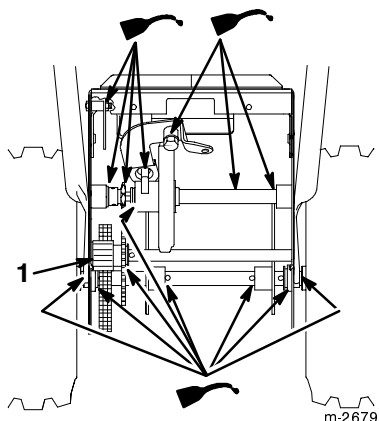

Figure 34
5. Lubrifiez légèrement la déneigeuse avec de l'huile légère comme illustré aux Figures 34 et 35.
7. Graissez légèrement l'engrenage de l'essieu (Fig. 34).